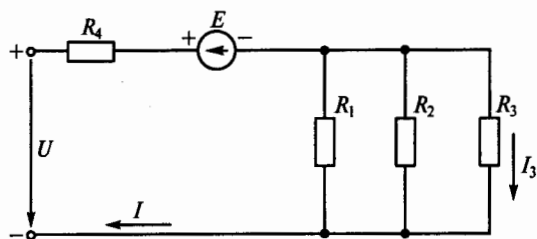

Рис. 34
**1.48.Р.** Каковы напряжение  $U$  и ток  $I_3$  в цепи на рис. 34, если  $I = 40$  А,  $E = 20$  В,  $R_1 = 12$  Ом,  $R_2 = 6$  Ом,  $R_3 = 4$  Ом,  $R_4 = 5$  Ом?